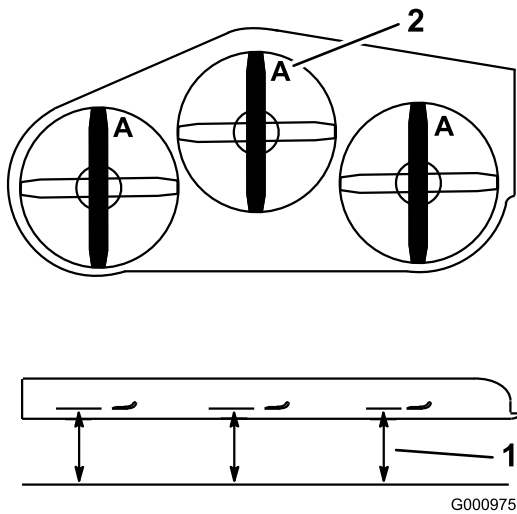

Figura 83
4. Mida en la posición **A** y desde una superficie nivelada hasta el filo de corte de los extremos de la cuchilla (Figura 83).